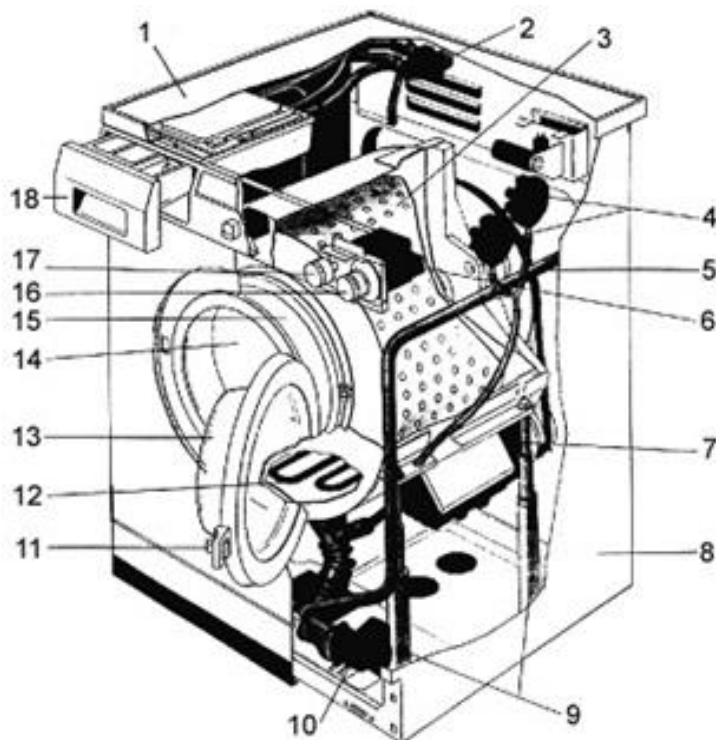

Рис.2
5. Какой узел соответствует позиции 3 на компоновочной схеме стиральной машины (рис. 2):